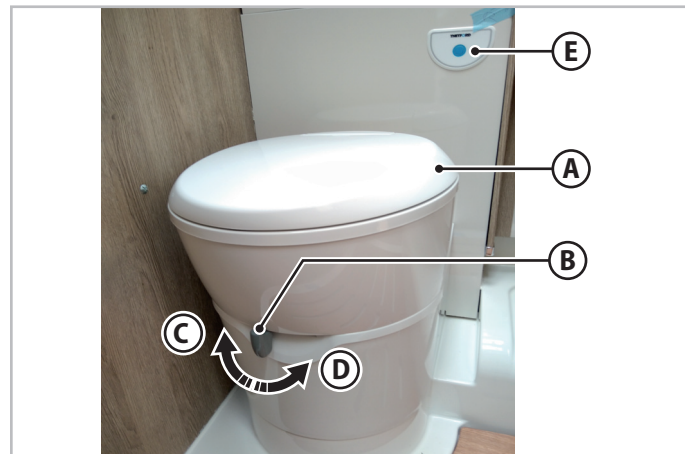

Fig.6.37 - Toiletskyllning
Den øverste del af toilettet (**A** - Fig.6.37) kan drejes til højre eller venstre for optimal udnyttelse af pladsen.
1. Flyt grebet (**B** - Fig.6.37) til positionen (**C** - Fig.6.37) for at åbne klappen i afløbet.
2. Hold skylleknappen (**E** - Fig.6.37) trykket i det nødvendige tidsrum.
3. Luk afløbsklappen ved at flytte grebet til positionen (**D** - Fig.6.37).
1. Kontrollér, at klappen i toiletafløbet er lukket: Grebet (**B** - Fig.6.37) skal være i position (**D** - Fig.6.37).